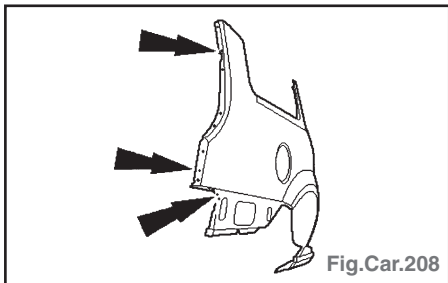

Fig.Car.208
- meuler le bord de passage de roue (une épaisseur de tôle) (3).
- Percer des trous pour le soudage par bouchonnage (Fig.Car.208).